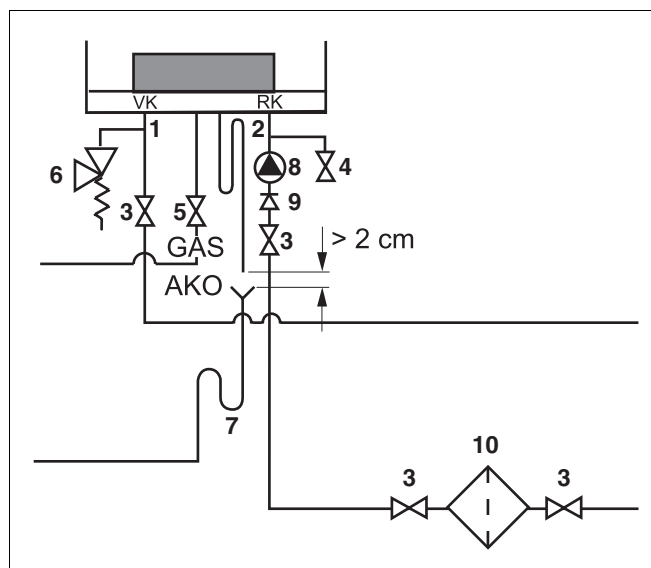

Fig. 14 Tilslutning af fremløb og retur
Vi anbefaler, at der monteres en snavs-samler (fig. 14, **pos. 10**) i returledningen for at beskytte hele anlægget. Ved tilslutning af kedlen til et varmeanlæg, der har været længe i drift, er det vigtigt at montere snavs-samleren.
- Monter fremløbsledningen med den indsatte gummipakning på tilslutningen VK (fremløb kedel), så den ikke sidder i spænd (fig. 14, **pos. 1**). Brug en fremløbsledning med minimal diameter på 1½".
- Monter returledningen med den indsatte gummipakning på tilslutningen RK (returledning kedel), så den ikke sidder i spænd (fig. 14, **pos. 2**). Brug en returledning med minimal diameter på 1½".
- Monter en vedligeholdelseshane i både frem- og returledningen for vedligeholdelse af kedlen (fig. 14, **pos. 3**). Brug vedligeholdelseshaner med minimal diameter på 1½".
- Slut en påfyldnings- og tømningshane (fig. 14, **pos. 4**) til i returledningen.